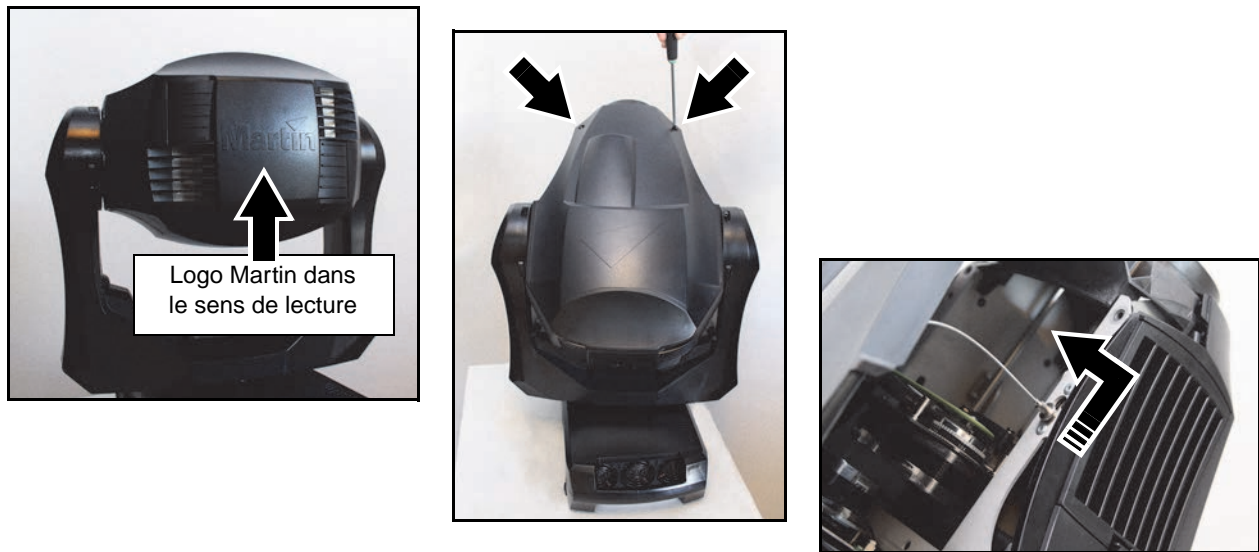

Figure 9: Accès aux composants optiques
3. Voir Figure 9. Orientez la tête de façon à ce que le logo Martin à l'arrière soit dans le sens de lecture et verrouillez le tilt (voir Figure 1 en page 7).